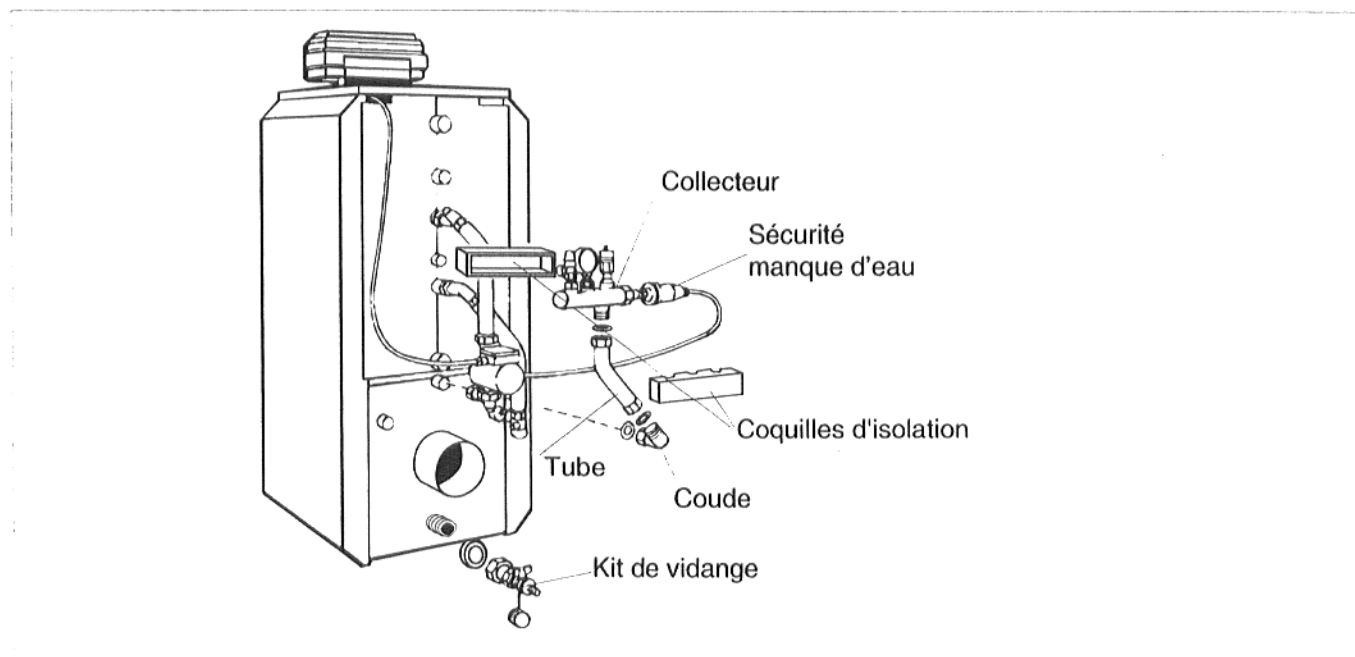

Fig. 4 Kit de sécurité KSS pour chaudière S115 T, montage à droite
2. Vers le haut, côté droit de la chaudière (fig.4). Dans ce cas, la tuyauterie de raccordement chaudière - préparateur doit être montée à gauche.